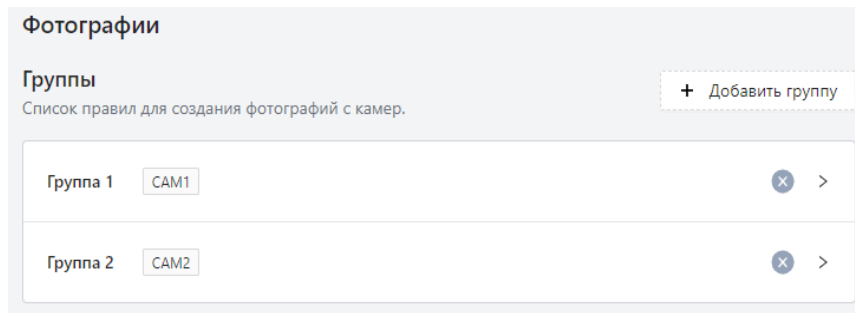

Рисунок 58 – Взвешивание в динамике. Список групп
2.2 **Фотографии.** Для того, чтобы настроить камеры и правила, по которым будут создаваться фотографии, настройте список групп (Рисунок 58).